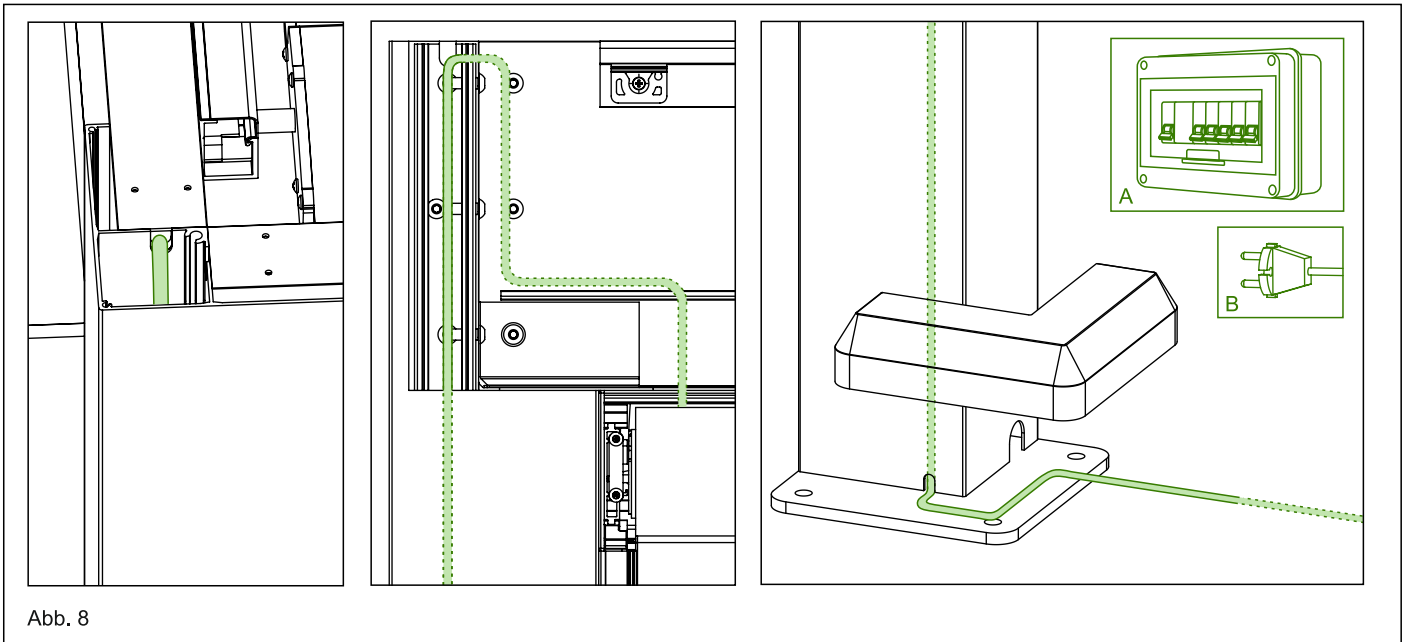

Abb. 8
7. Führen Sie anschließend das Kabel durch den Träger in den Pfosten ein und aus dem Pfosten wieder heraus. Zum Anschließen entweder eine Zuleitung direkt an den Sicherungskasten verlegen (A) oder ein Stromstecker montieren (B). Siehe Abb. 8.